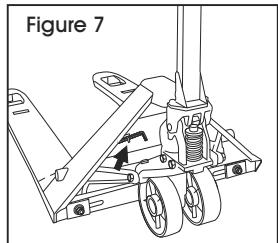

Figure 7
5. Remettez la clé Allen sur son attache sur le corps du transpalette. (Voir Figure 7)